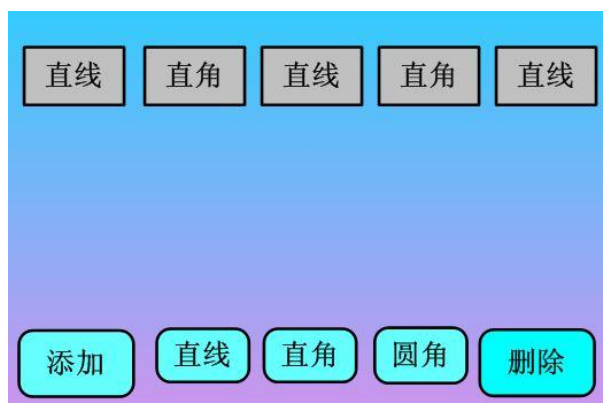
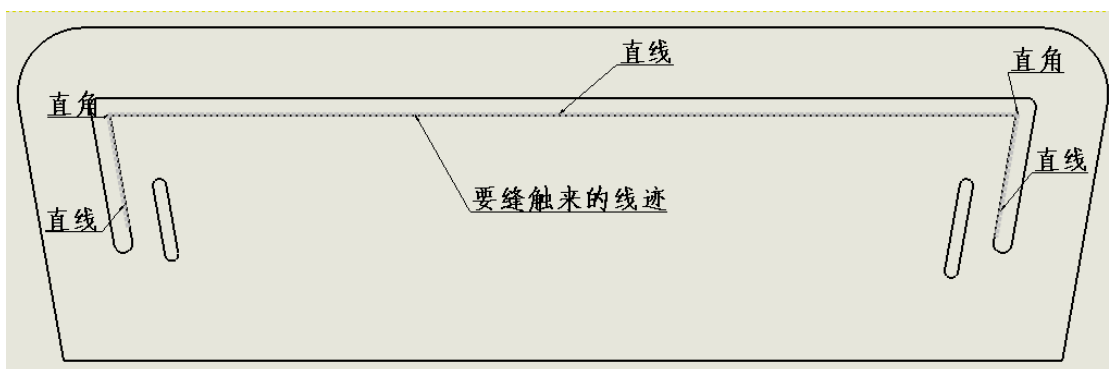

图 1
图 2
16. **图形编辑**:按模板编辑出对应的形状如图 1 和图 2。
①:编辑领子模板:
编辑操作方法:先点击图 1 的直线键,此时直线键会一直在闪烁,然后按添加键即可,到直角时,按直角键,此时直角键会一直闪烁,然后按添加键就即可,依此类推设置。